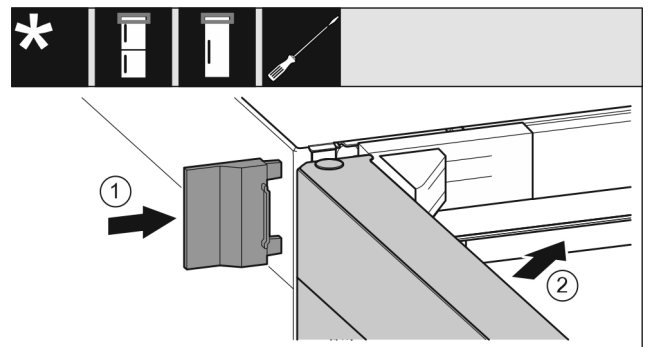

Fig. 23
- ▶ Spingere la copertura esterna. Fig. 23 (1)
- ▶ Chiudere la porta superiore. Fig. 23 (2)